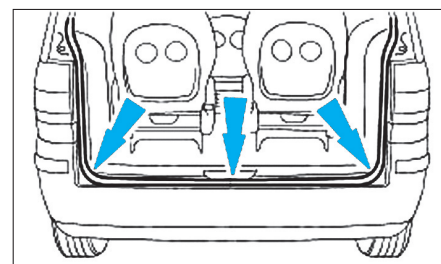

Fig. 90
- Détacher le joint arrière (Fig.90).